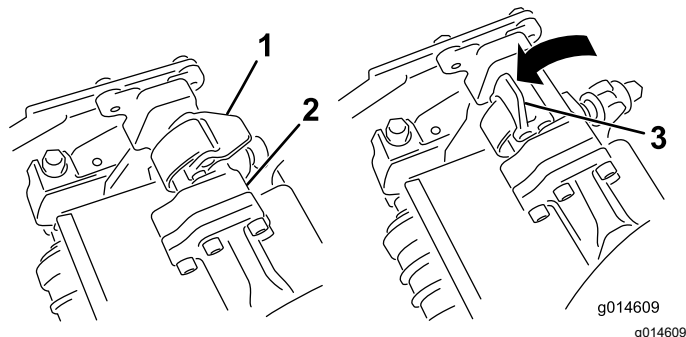

図 61
4. サスペンションアームのバーについているラッチ 図 61を開き、サスペンションアームを押し下げて
5. ラッチを下げて閉じるとカッティングユニットのバーがロックされてユニットがアームにセットされる 図 61。
6. 取り外したいカッピングユニットのサスペンションアームのバーについているラッチを開く(図 61)。